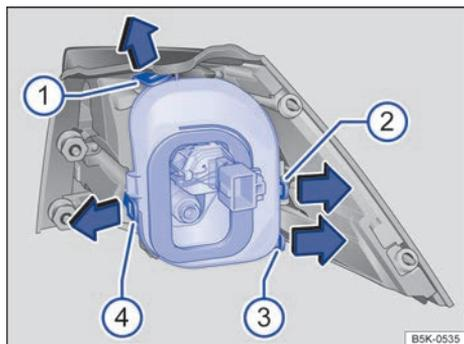

Fig. 177 Grupo óptico trasero en la carrocería: desmontaje del portalámparas. ① a ④ pestañas de bloqueo.
7.	Para desbloquear el portalámparas, presione las pestañas de bloqueo → fig. 177 ① a ④ en el sentido de las flechas.